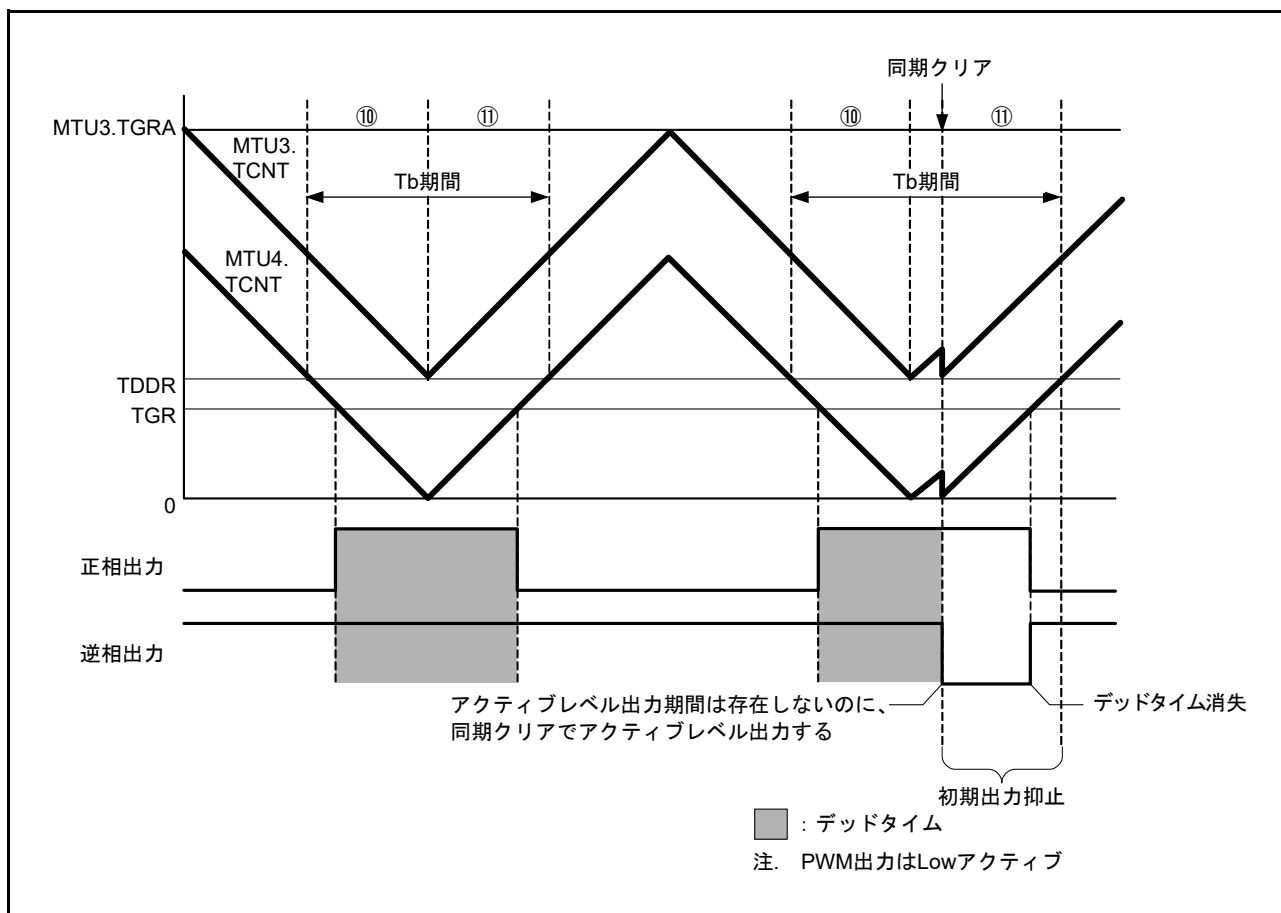

図 20.150 同期クリア例 (条件 2 の場合)
条件 2 初期出力の抑止期間⑩、⑪にて、 $MTU3.TGRB (MTU6.TGRB) \leq TDDRA (TDDRB)$ 、 $MTU4.TGRA (MTU7.TGRA) \leq TDDRA (TDDRB)$ 、 $MTU4.TGRB (MTU7.TGRB) \leq TDDRA (TDDRB)$ のいずれかが成立する状態で、同期クリアする (図 20.150 参照)